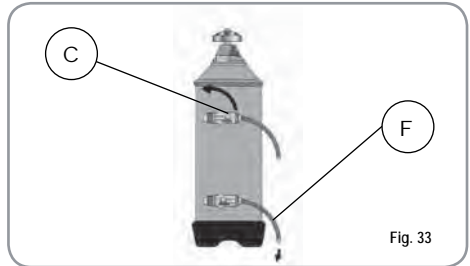

Fig. 33
- 2) Colocar nuevamente el tapón y llevar la palanca C hacia la izquierda (Fig. 33), dejando descargar el agua salada del tubo F para que no se vuelva dulce aproximadamente 1/2 hora).